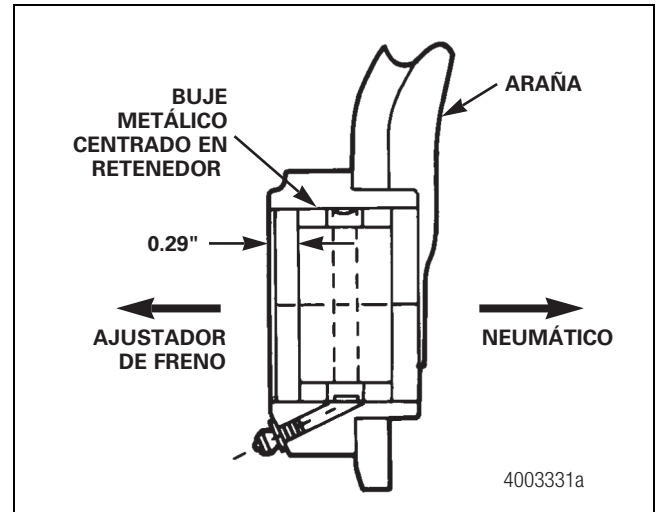

Figura 12.30
- B. En bujes metálicos, introduzca un buje metálico por el agujero de retención hasta que quede centrado en el retenedor, según se detalla a continuación. Figura 12.30.